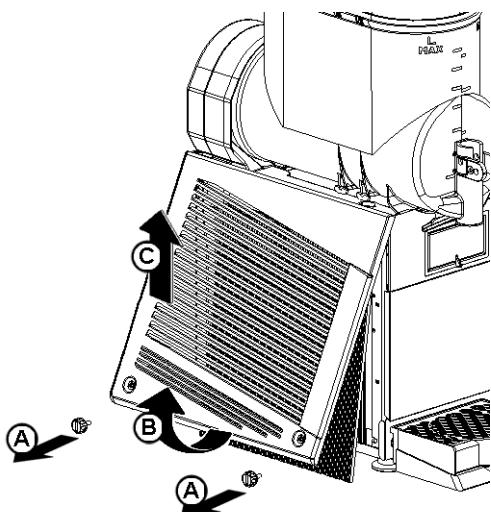

Bild 18
- 2 Monatlich:** Den auf dem Kondensatorfilter angesammelten Staub entfernen. Ein blockierter filter schränkt die leistungsfähigkeit des gerätes stark ein und könnte zu einem vorzeitigen ausfall des kompressors führen. Anschließend von Hand die plastiküberzogenen Befestigungsschrauben der linken Wand (auf der Seite der Hähne) abschrauben und die Wand abnehmen (Bild 18).